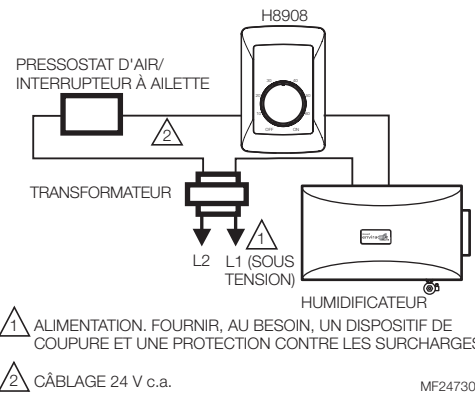

Fig. 4. Schéma de câblage avec humidistat H8908 (compris) et interrupteur à ailette (non compris).*
* Lorsqu'on utilise un thermostat avec commande de la QAI plutôt qu'un humidistat, le câblage du circuit est simplifié. Les contacts en U du thermostat remplacent l'humidistat H8908 de la figure 4 et l'interrupteur à ailette est retiré du circuit. Aucun câblage spécial n'est requis pour le primaire du transformateur, l'interrupteur à ailette ou le relais.